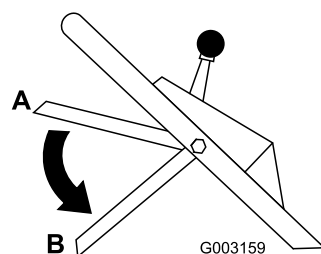

Figura 18
10. Suelte la barra de control de la cuchilla; consulte la posición B en Figura 18. Debe oír un ruido fuerte. La cuchilla debe detenerse en tres segundos.
2. Mueva la barra de control de la cuchilla a su posición más baja (Posición B en Figura 18).